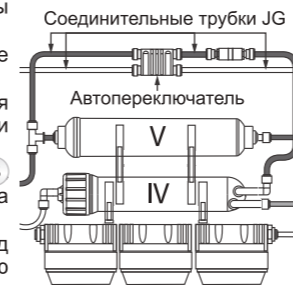

Рис. 2
1. Установите устройство повышения давления в непосредственной близости от системы обратного осмоса. Перекройте подачу воды в систему входным вентилем (8) и закройте кран (6) накопительной ёмкости (7). Откройте кран чистой воды (5), чтобы сбросить давление внутри системы.
4. Удалите из системы автопереключатель и подходящие к нему соединительные трубки JG (рис. 2).
6. Второй частью белой трубки соедините разъем (В) с входом корпуса мембраны (IV) (вход находится на крышке корпуса мембраны).
7. Разрежьте синюю трубку на две части и соедините выход обратного клапана (10) с разъемом (Д) первой частью синей трубки.
8. Второй частью синей трубки соедините разъем (Г) и тройник JG на входе постфильтра (V).
9. Закройте кран чистой воды (5). Откройте подачу воды к системе входным вентилем (8), откройте кран (6) накопительной ёмкости (7), подключите блок питания насоса к сети электропитания. Устройство повышения давления готово к работе в составе системы обратного осмоса.